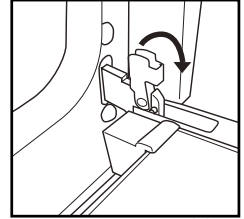

Abb. 1
2. Ziehen Sie die Schließhaken der Scharniere bis zum Anschlag nach vorne (Abb. 1).
1. Den Rost mit dem erhöhten Teil „A“ nach oben zeigend waagerecht einschieben (Abb. 1).